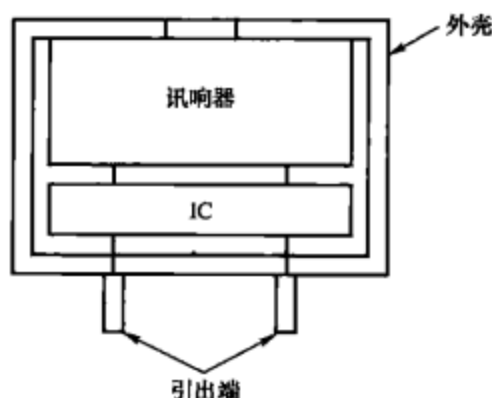

图 5-61
(2) 自带音源讯响器结构如图 5-61 所示，内部包含音源集成电路 IC。接上规定的直流工作电压后，IC 产生音频信号（连续长音或断续声音）驱动讯响器发声。